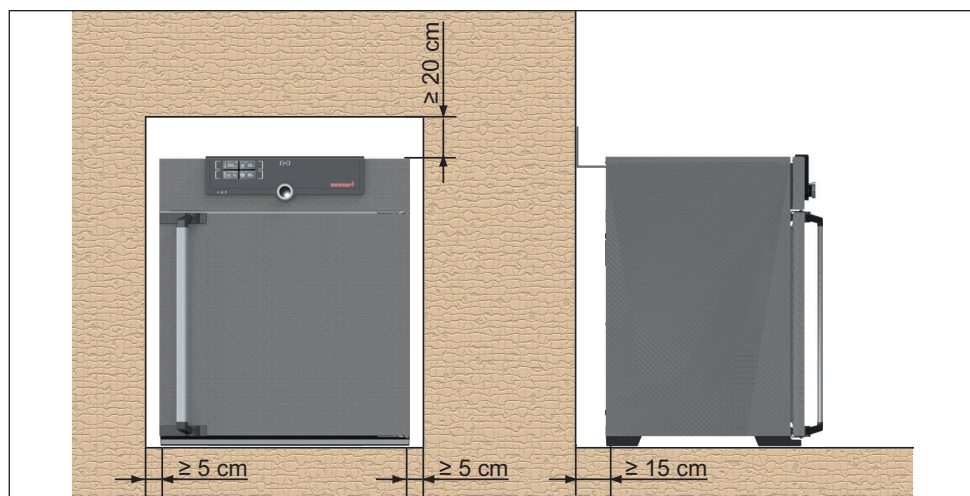

Bild 8 Minimiavstånd till väggar och innertak
Avståndet mellan rummets vägg och enhetens bakre vägg måste uppgå till minimum 15 cm. Avståndet till innertaket får inte underskrida 20 cm och avståndet i sidled till vägg eller närliggande enhet får inte underskrida 5 cm (Bild 8). Som grund måste tillräcklig luftcirkulation säkerställas runt enheten.
2. Böj tippsäkringen ovanifrån vid önskat väggavstånd till 90° (beakta minimiavståndet till vägg, se Bild 8).